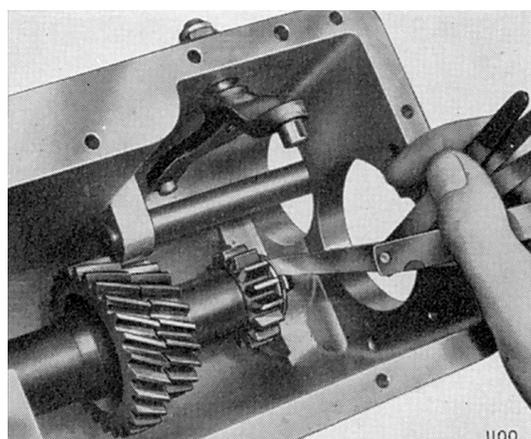

Fig. 30.
Glisser le pignon de marche arrière (121) sur l'arbre et engager sa rainure annulaire dans l'extrémité inférieure du levier de commande (122) comme illustré Fig 30.